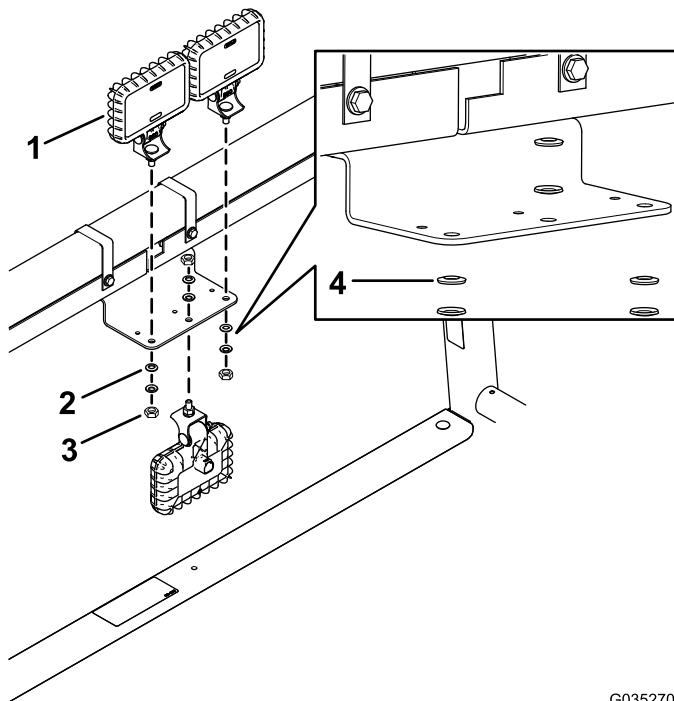

Figura 5
3. Instale as três luzes de trabalho LED no suporte da luz de trabalho com as três porcas flangeadas (já instaladas nas luzes de trabalho LED) e as seis anilhas de mola (Figura 5).
Nota: Certifique-se de que cada anilha de mola está posicionada de modo que lado convexo esteja de frente para a porca flangeada, como se mostra na Figura 5.